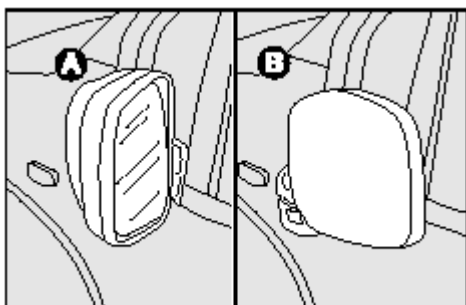

рис. 39
В случае необходимости (например, если зеркало мешает проехать) можно сложить зеркала, переместив их из положения **A** - рис. 39, в положение **B**.
**Во время движения зеркала должны находиться в положении А –рис.39.**